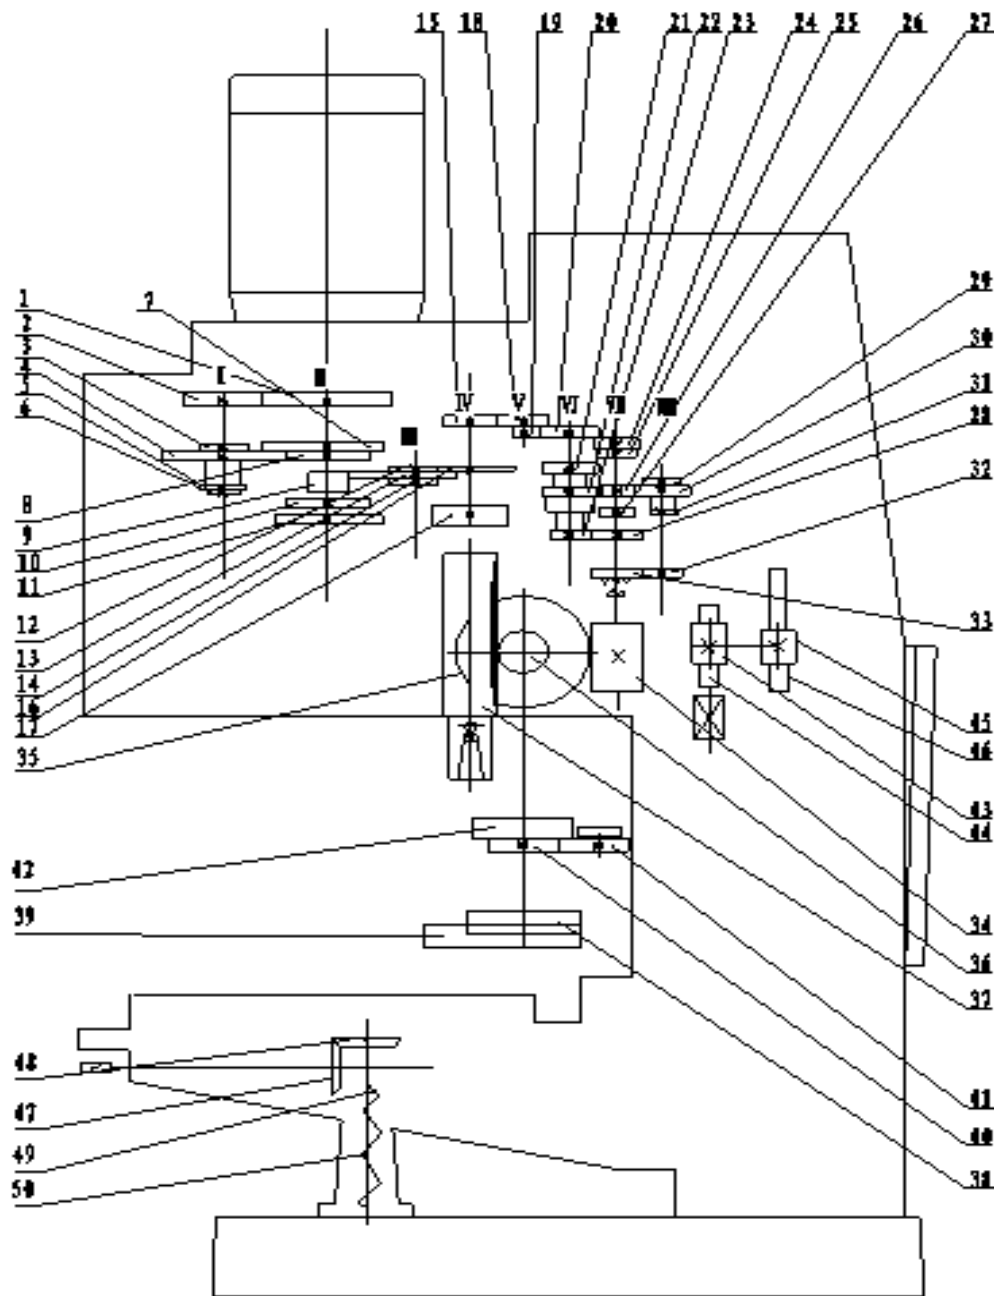

Рис.4-1 Чертеж системы передачи
1. Вращение шпинделя (Рис.4-1)
В. Рисунок системы передачи: См. Рис.4-1